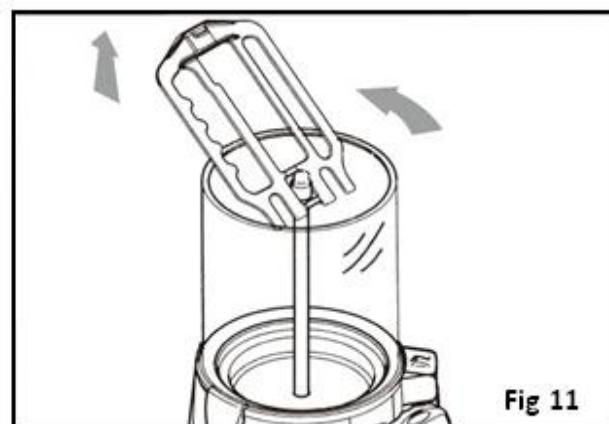

Fig 11
- Om de mengstaaf volledig te verwijderen, kantelt u de mengstaaf en schuift u deze omhoog, zoals afgebeeld in fig. 11.